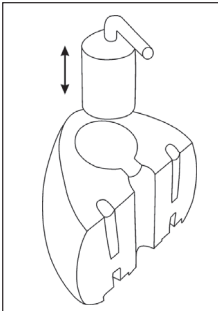

Fig. 6
2. Terhiqni depoziten e ujit dhe hiqni bobinen anti-kalk sic tregohet ne Fig.6.